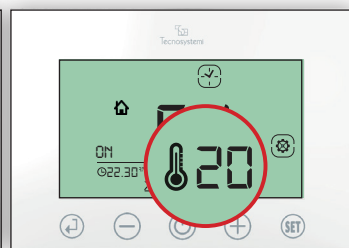

Fig.20
4.4 Impostare la temperature desiderata per la fascia F4 (es. 20°C) e confermare con (↵). (Fig.20)